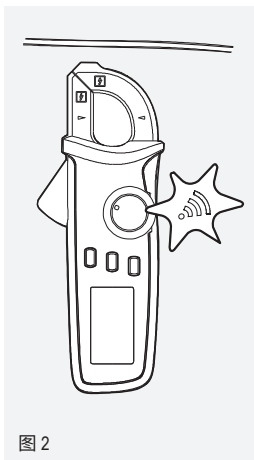

图 2
2. 将 NCV 传感器置于导线旁边,保持 8 - 15mm 的间隙(图 2)。检测到电流时,电流钳表会发出以下信号: